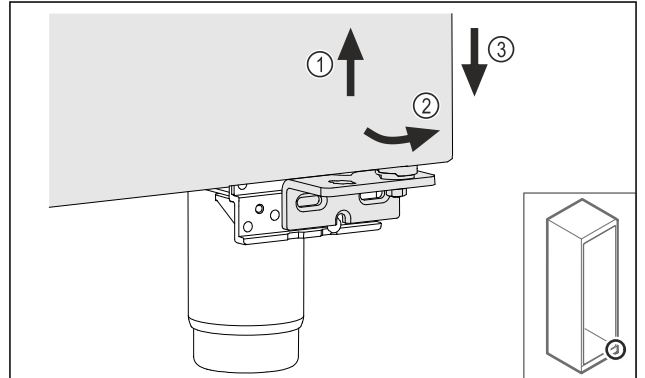

Fig. 21
- Ngrini derën paksa lart Fig. 21 (1), tërhiqeni nga përpara në pjesën poshtë Fig. 21 (2) dhe uleni poshtë Fig. 21 (3).